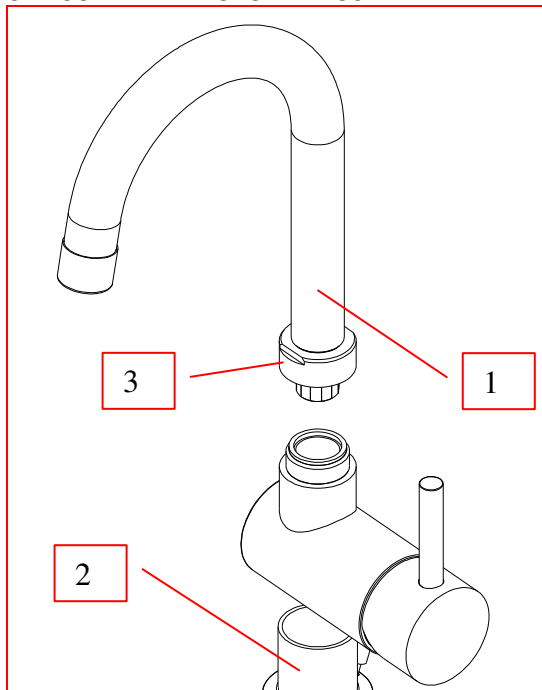
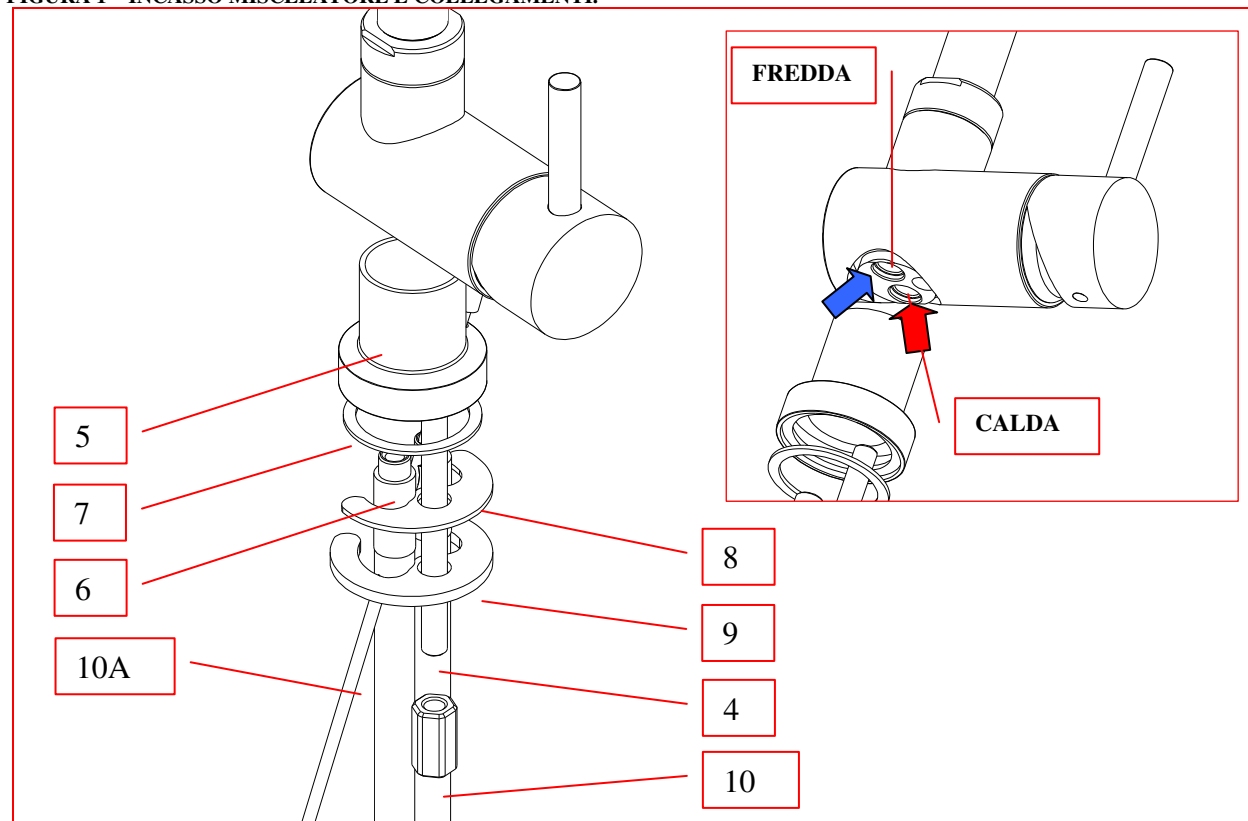

FIGURA 1 - INCASSO MISCELATORE E COLLEGAMENTI.
FIGURA 2 - MONTAGGIO BOCCA E PIASTRA.
- A** - MONTARE LA BOCCA (1) SUL CORPO (2) POSIZIONANDOLA COME DESIDERATO(*) E AVVITARE LA VITE DI SERRAGGIO (3) AVENDO CURA DI NON DANNEGGIARE LA FINITURA CROMO
- B** - AVVITARE IL TIRANATE (4) AL CORPO (2) FIGURA 2
- C** - CALZARE LA BASE (5) AL CORPO (2)
- D** - MONTARE I FLESSIBILI DI ALIMENTAZIONE (6) PER ACQUA CALDA E FREDDA (FIGURA 2) RISPETTANDO LE POSIZIONI (RIQUADRO DI FIGURA 2).
- E** - POSIZIONARE IL RUBINETTO NEL FORO ASSICURANDOSI DELLA PRESENZA DELLA GUARNIZIONE (7) TRA IL RUBINETTO E IL PIANO D'APPOGGIO.
- F** - BLOCCARE IL TUTTO TRAMITE APPOSITO DADO (10) (ch 13mm), RONDELLA (9) E GUARNIZIONE (8)
- G** - INSERIRE L'ASTINA COL POMOLO (10A) NEL RUBINETTO (2) E COLLEGARLA ALLO SCARICO
- (*) - IN FABBRICA LE PARTI SEPERATE DI CORPO (1) E BOCCA (2) VENGONO PREDISPOSTE PER UN MONTAGGIO DELLA BOCCA PERFETTAMENTE PERPENDICOLARE AL CORPO, COME RIPORTATO IN FIGURA 1, TUTTAVIA SONO POSSIBILI MONTAGGI A DIVERSA ANGOLAZIONE DELLA BOCCA, CON ANGOLO FISSO TRA DUE SINGOLE POZISIONI DI 30°.